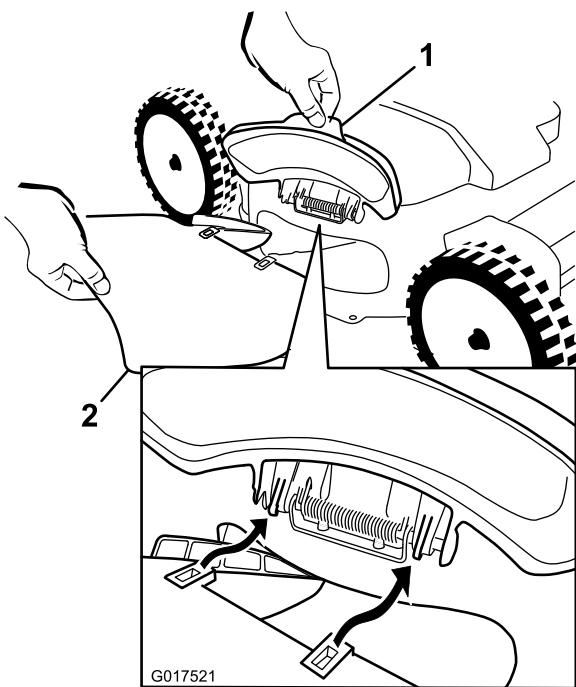
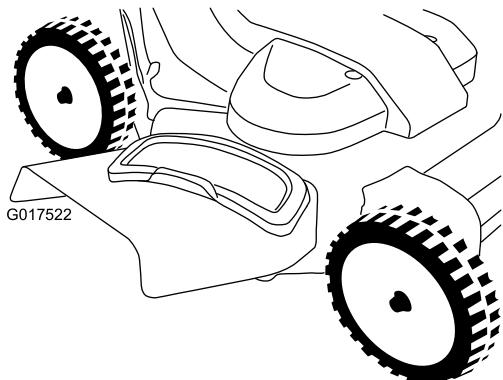

Figure 29
Figure 30
- Soulevez et ouvrez le déflecteur d'éjection latérale (Figure 29).
| 2. Installez l'éjecteur latéral comme illustré (Figure 29 et Figure 30), puis refermez le déflecteur sur l'éjecteur. | |